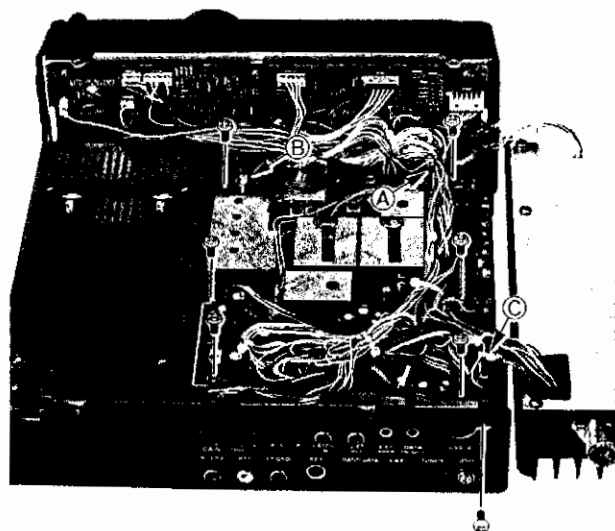
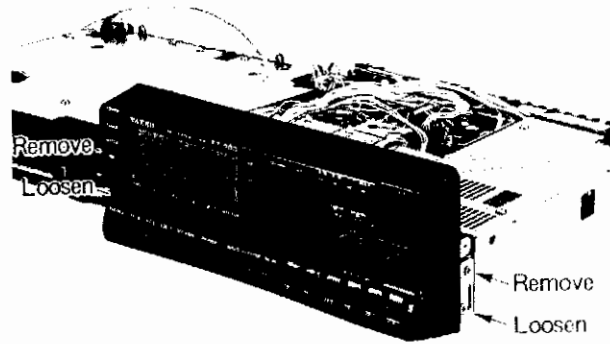

Figure 6: Connecteurs et Visde l'oscillateur local
Figure 7: Vis du panneau avant à retirer
- Otez les 7 vis montrées sur la figure 7 (l'une d'elles se trouve près de la prise DVS-2, en face arrière) ainsi que la plus haute des deux vis de chaque côté du panneau avant (figure 7). Desserrez alors la plus basse des deux (de chaque côté) permettant ainsi de déplier le panneau avant afin de laisser l'accès à l'oscillateur local. Soulevez ce dernier comme illustré sur la figure 8.
- Remplacez l'oscillateur local sur le châssis, en vérifiant qu'aucun fil ne soit pincé. Rebranchez les câbles enlevés précédemment. Remplacez les 7 vis de la platine et celle du panneau arrière (figure 6) et les deux de chaque côté du panneau avant (figure 7). Remplacez l'adhésif sur le dessus de l'enceinte du VCO.